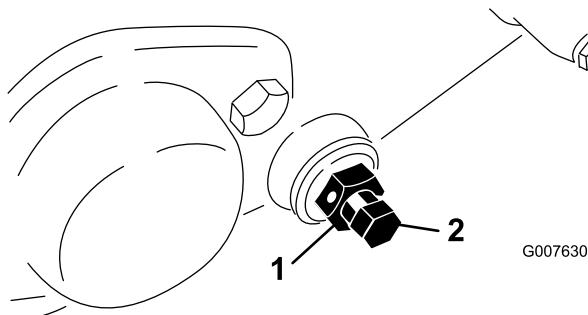

図 49
3. ベッドバー・ボルト (図 49) を固定しているジャムナット (機体両側) をゆるめる。
4. 各ベッド・バー・ボルトを抜いてベッド・バーを下に引き抜いて外す。ベッド・バーの両端にナイロン・ワッシャとスチール・ワッシャが 2 枚ずつあるので注意する (図 49)。